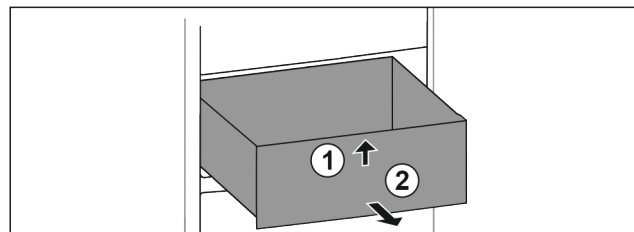

Fig. 88
- Nadzvedněte zásuvku vpředu. Fig. 88 (1)
- Vyjměte zásuvku dopředu. Fig. 88 (2)